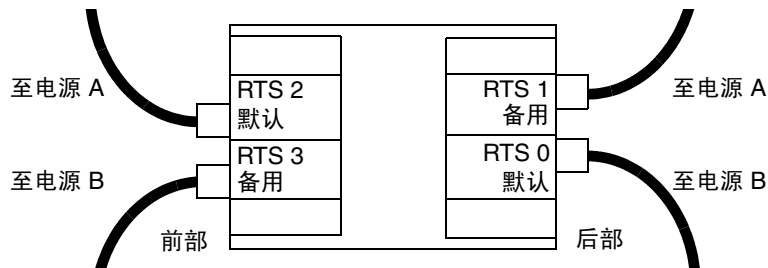

图 2-8 两个独立的交流电源
- 在具有两个独立交流电源的配置中，需要连接四根电源线，其中两根连接至系统前部，另外两根连接至系统后部（图 2-8）。